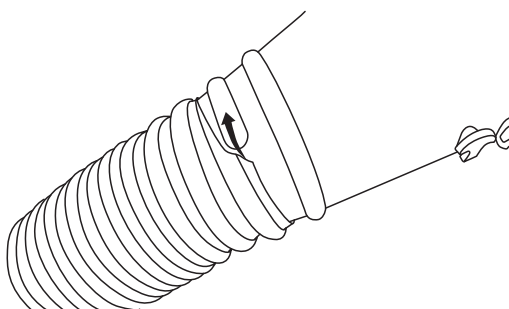

Fig. 23b
- d. Para volver a colocar el tubo del ducto de aire de la careta para soldar, enróscalo en la brida de suministro de aire de la careta **en el sentido contrario a las agujas del reloj**. Enrosca el tubo del ducto de aire en la careta para soldar dando dos (2) vueltas completas o hasta que quede bien ajustado (Fig. 23b).